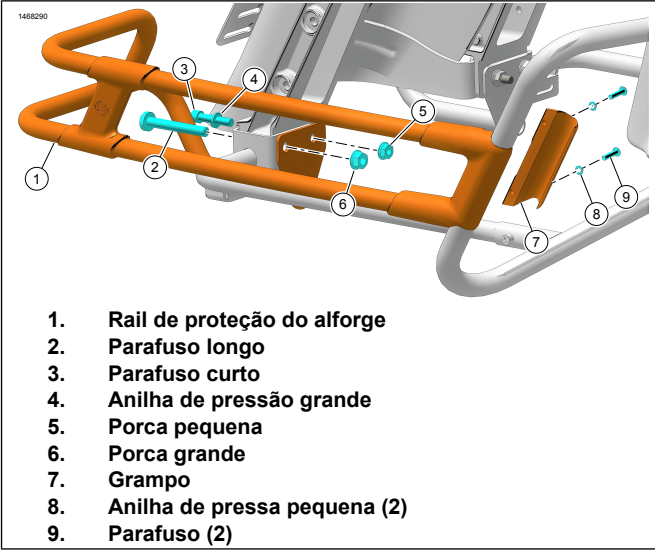

Figura 2. Rail de proteção do alforje
1. Figura 2 Instale o rail de proteção traseiro no suporte do alforje.